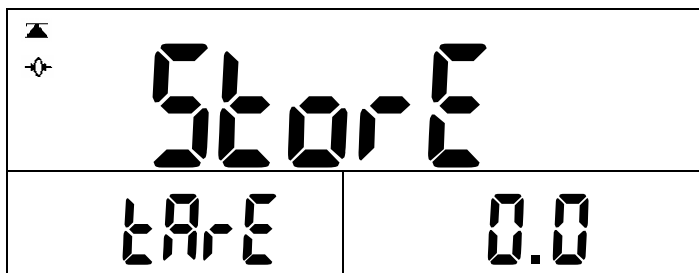

图 28
- b. 按**确认**键后存储皮重，用数字键输入，用**清除**键修改重新输入。（图 28）